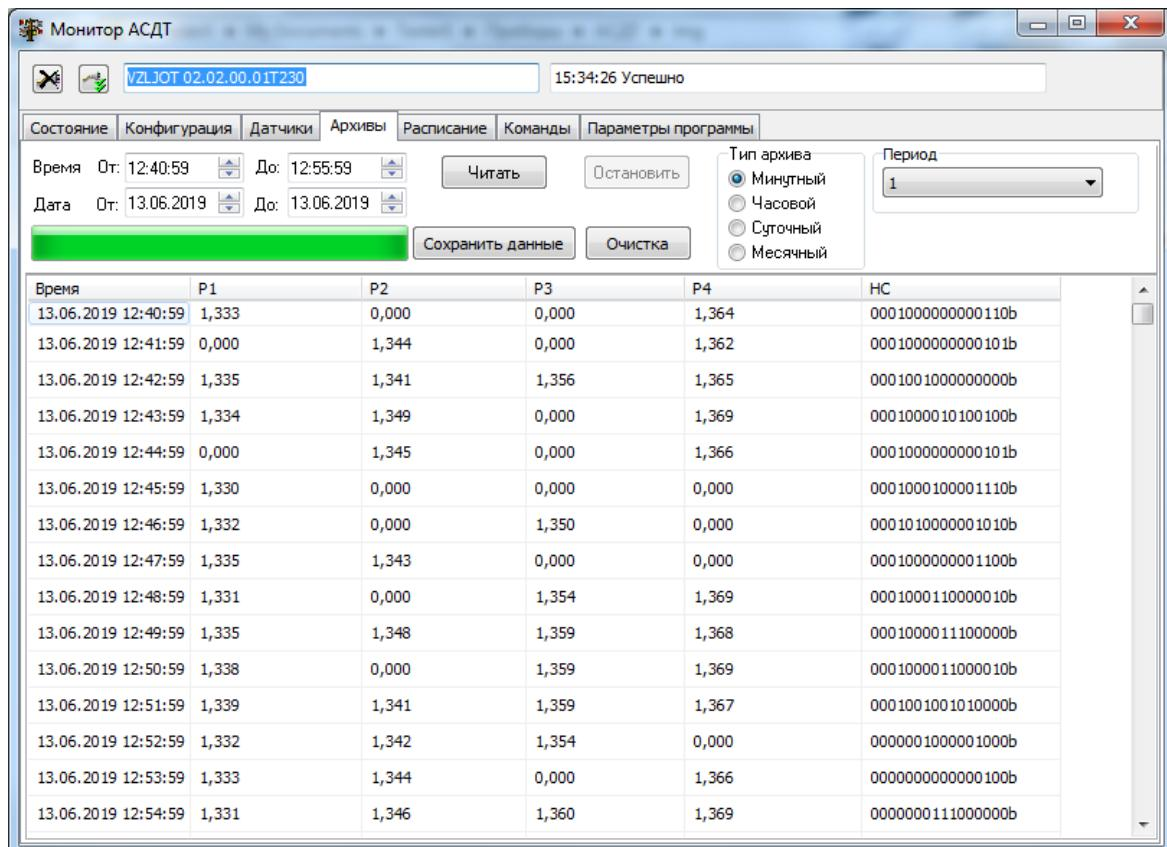

Рис.9. Вид вкладки «Архивы».
3.2.2. Для просмотра архивных данных с использованием программы «Монитор АСДТ», установленной на другом ПК, адаптер необходимо перевести в режим СЕРВИС. После чего запустить программу «Монитор АСДТ», открыть вкладку **Архивы**, задать требуемые значения параметров запроса и нажать кнопку **Читать** (рис.9).